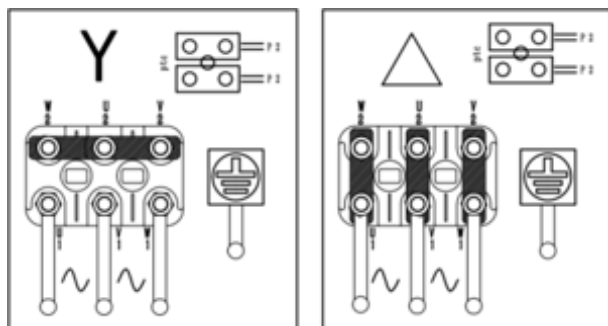
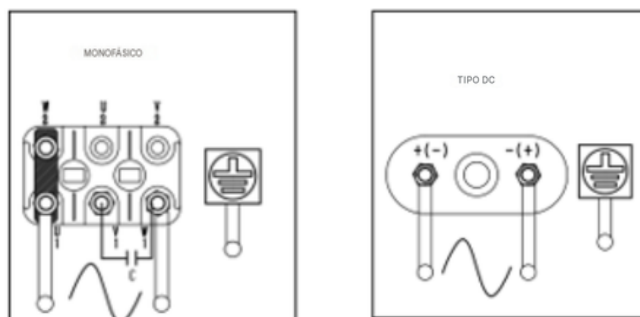

Figura 4: Conexão dos fios do motor de vibração CA
Figura 5. Conexão dos fios do motor de vibração CC
1. Consulte o diagrama de ligação na placa de identificação (conforme a Figura 4 ou Figura 5).